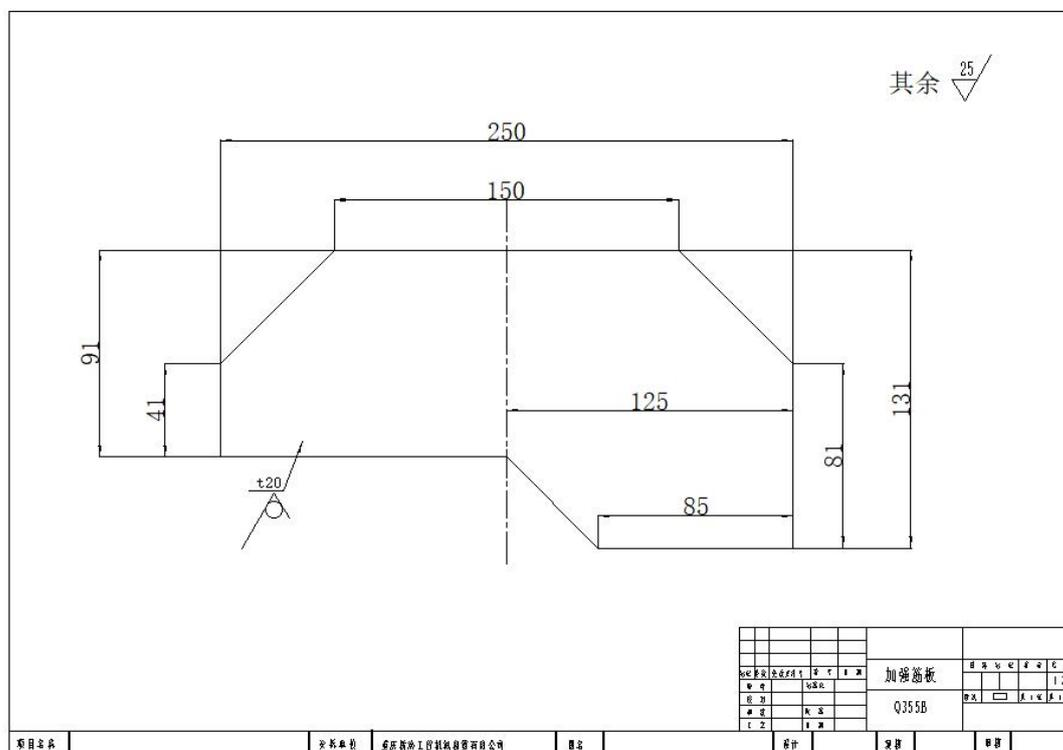

图3 加强筋板
4. 焊接固定支腿加强筋板，每个小支腿上焊接8件加强筋板，4个加强筋板2和4个加强筋板3，均布在底板一周，焊接时采用合理工艺，焊高和焊角长度按图3所示要求焊接。图中[A]焊缝应符合GB/T19418-2003《钢的弧焊接头缺陷质量分级指南》B级焊缝要求。